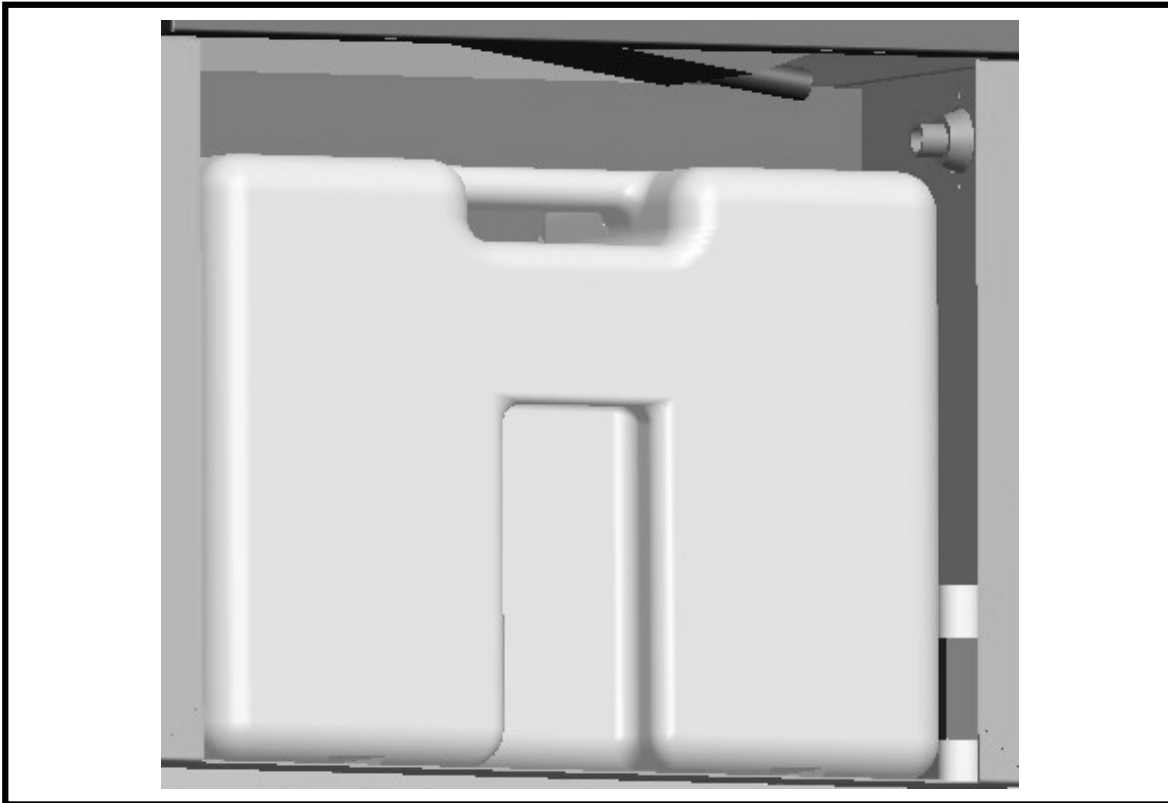

Fig. 19
- ▶ Достать резервуар, открыть выпускной клапан на дне резервуара, подключить к трубопроводу, установить резервуар на место и провести трубу через дно устройства (FIG. 19, 20).